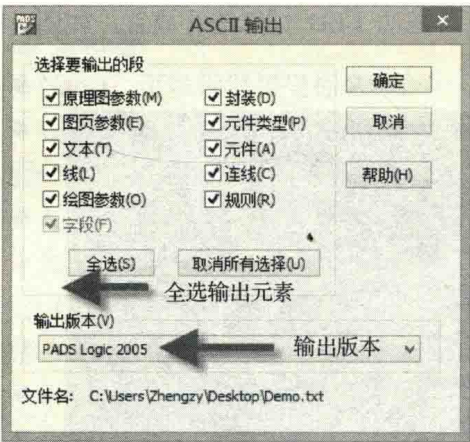

图 11-57 ASCII 输出设置
- (2) 单击“保存”按钮，会弹出“ASCII 输出”设置对话框，对所有的元素全部选择进行输出，文件版本选择最低版本“PADS Logic 2005”进行输出，如图 11-57 所示。